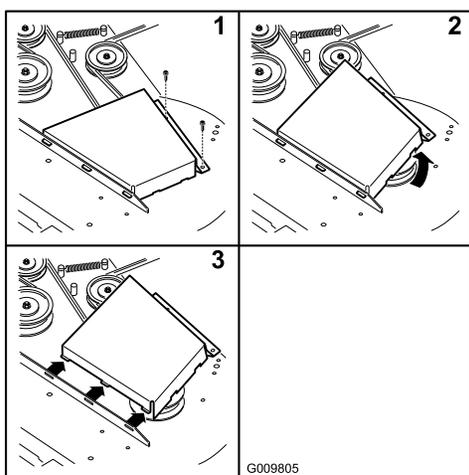

Figure 63
- Retirez les couvercles de courroie (Figure 63).